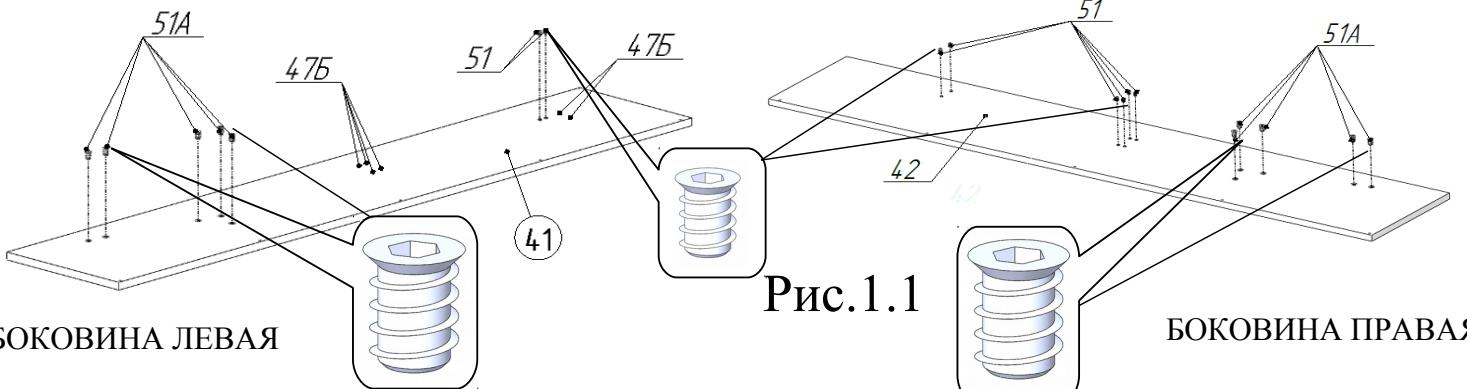
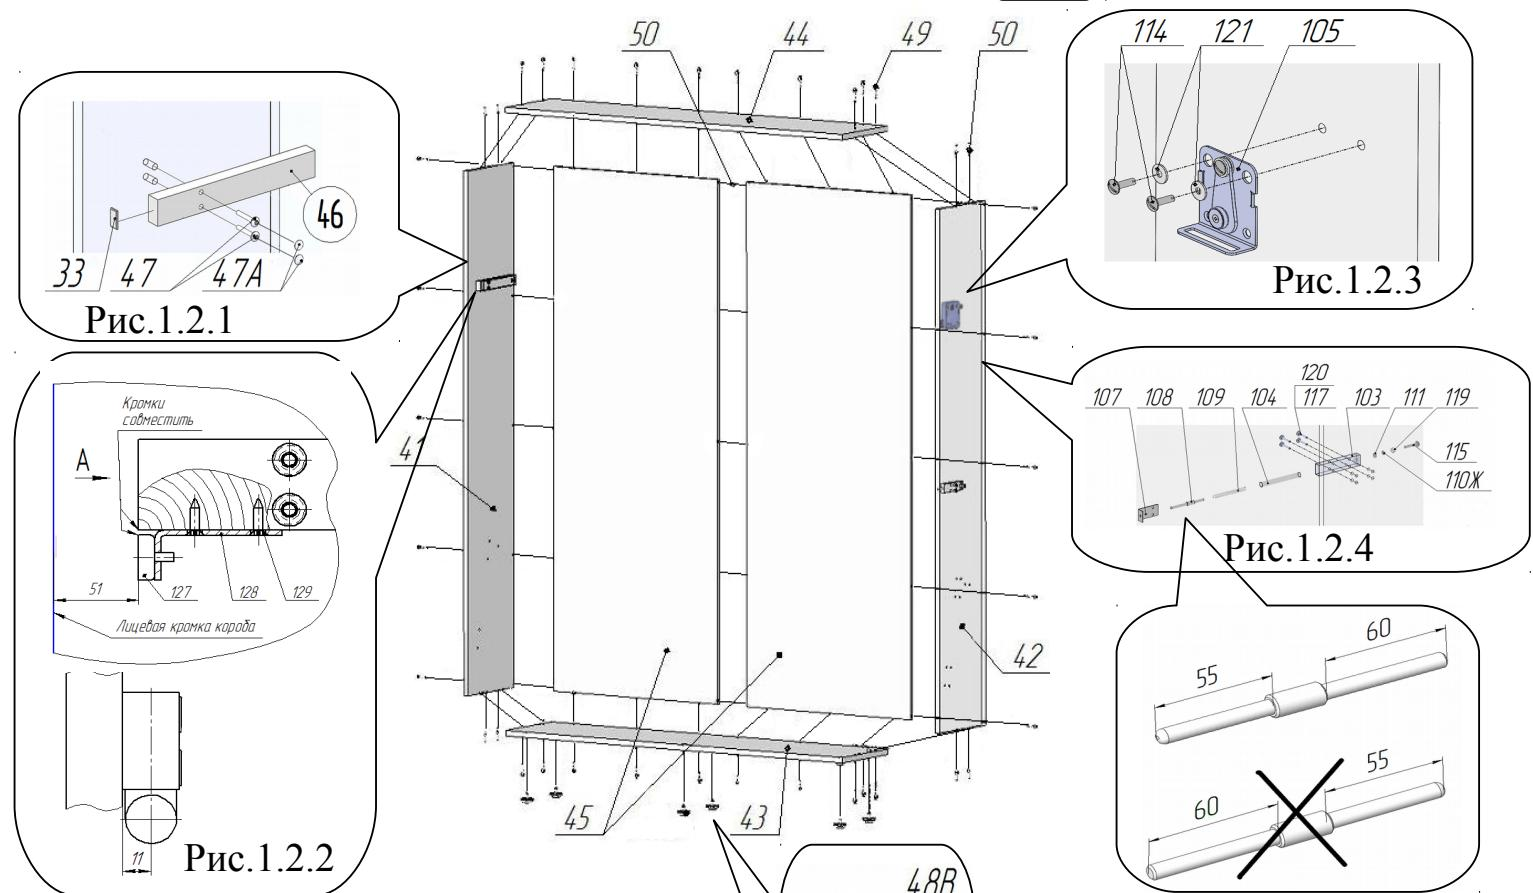
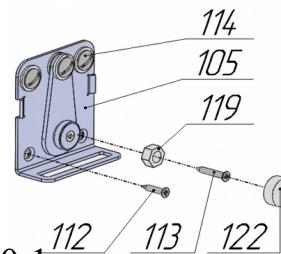

Рис.1.1
Рис.1.2
Рис.10.1 Закрепление при установке механизма на ЛЕВОМ щите короба
Установить в боковины поз.41, 42 футорки поз.51,51А, используя шестигранные ключи 6мм и 8мм (рис.1.1). Завинчивание футорок производить до совпадения торцев с плоскостью боковин поз.41,42. Установить заглушки поз.47Б в неиспользуемые отверстия в соответствии с рис. 1.1. Состыковать стенки задние поз.45 между собой, использовав шканты поз.50. Собрать вокруг стенок задних поз.45 боковины поз.41, 42 и панели поз.43, 44 в соответствии с рис.1.2, используя шканты поз.50 и винты-конфирматы поз.49.
10. Поднять раму кровати в вертикальное положение. Надавливанием на верхние углы рамы в горизонтальном направлении, добиться одинаковых зазоров слева и справа между рамой и боковинами короба поз.41,42 (рис.1.2).
В случае, если поверхность щита декоративного поз.40 в закрытом (НАЖАТОМ ДО ЩЕЛЧКА МЕХАНИЗМА) вертикальном положении совпадает с кромками боковин поз.41,42 (рис.1.2), регулировка механизма не требуется. Можно провести его окончательное закрепление саморезами поз.112 и 113, подложив под саморез поз.113 гайку поз.119 (рис.10.1, 10.2). Надеть на гайку колпачок поз.122. В зависимости от стороны, с которой установлен механизм фиксации поз.105, саморезы расположить в соответствии с рисунками 10.1 или 10.2.
При необходимости регулировки фиксированного положения, расслабить винты поз.114 (рис.10.1 и 10.2). Сместить в нужном направлении механизм фиксации поз.105. Затянуть винты поз.114. Повторить поднятие рамы и закрывание. После окончания регулировки закрутить саморезы поз. 112 и поз.113, подложив под саморез поз.113 гайку в соответствии с рисунками 10.1 или 10.2. Надеть на гайку поз.119 колпачок поз.122 (рис.10.1 и 10.2).